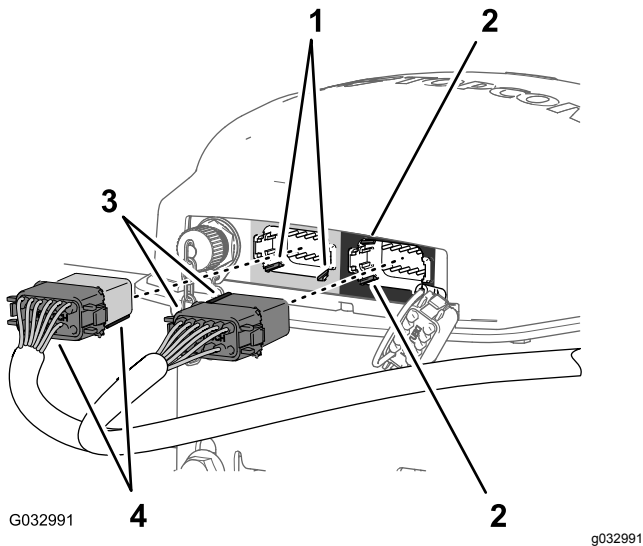

Figura 159
3. Alinee las 2 pestañas del lado largo del conector hembra de 12 vías gris y negro del arnés de datos con las 2 muescas guía del lado horizontal inferior del conector de 12 pines izquierdo (gris) del receptor de navegación (Figura 159).
- Conecte el conector hembra de 12 vías gris y negro del arnés de datos al conector de 12 pines izquierdo (gris) del receptor de navegación hasta que los cierres del conector se enganchen firmemente (Figura 159).
- Alinee las 2 pestañas del lado corto del conector hembra de 12 vías negro del arnés de datos con las 2 muescas del lado izquierdo vertical del conector de 12 pines derecho (negro) del receptor de navegación (Figura 159).
- Conecte el conector hembra de 12 vías negro liso del arnés de datos al conector de 12 pines izquierdo (negro) del receptor de navegación hasta que los cierres del conector se enganchen firmemente (Figura 159).